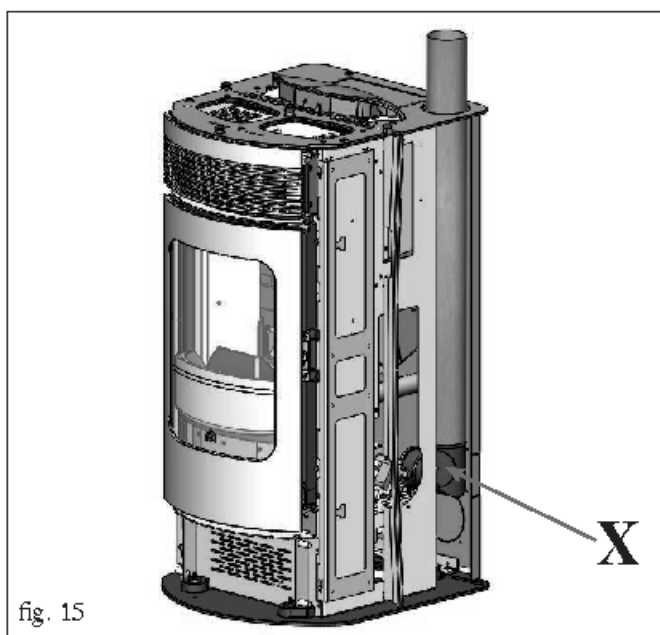

fig. 15
- Fjern samlingsdelen (X - fig. 15) med spændebåndet fra røgspiralen, og sæt den på plads igen med sammenføringen for tilslutning med røgudledningsrøret (medfølger ikke), som skal vende op ad.